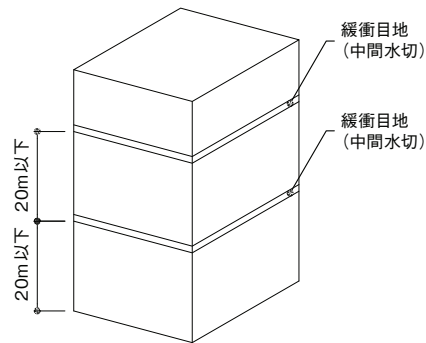

図1 緩衝目地の設置位置
(1) モエンの施工法・下地ピッチ別の許容風圧力(負圧)は表2、4のとおりです。建築物に想定される風圧力(負圧)より大きい許容風圧力の施工仕様を選定してください。表3は高さ16m以下の建物、表5は高さ16mを超える建物に対する胴縁ピッチ606mm以下・胴縁ピッチ500mm以下での施工方法の対応表です。負の風圧力は施工高さではなく建物高さで決定されます。同じ建物では地盤面からの高さに関係なく一定であるため、同一建物で高さに応じて施工仕様を変えることはできません。
(2) モエンの施工およびメンテナンス時は、外部仮設足場が必要です。「くさび緊結式足場の組立および使用に関する技術基準」(一般社団法人 仮設工業会)では、高さ45m以下での使用が規定されています。
(3) モエンを高さ方向に連続して施工する場合は、施工高さ20m以下ごとに中間水切を用いて、緩衝目地を設けてください(図1)。